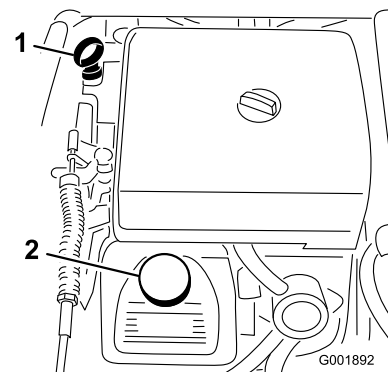

Figura 50
- Togliete l'asta di livello ed asciugatela con un panno pulito (Figura 50). Inserite l'asta nel tubo e verificate che sia inserita a fondo. Rimuovete l'asta e controllate il livello dell'olio.
- Se il livello dell'olio è basso, togliete il tappo di rifornimento dal coperchio della valvola (Figura 50)
8. Versate lentamente circa l'80% della quantità indicata d'olio nel bocchettone di rifornimento (Figura 50).